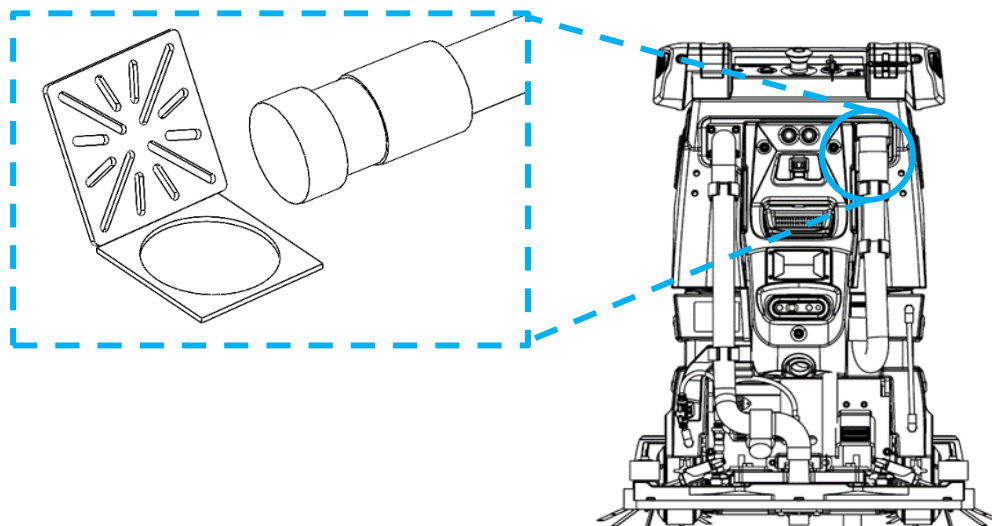

FIGURE 10-1
1. Si le réservoir d'eaux usées contient du liquide, utilisez le tuyau de vidange manuel pour évacuer le liquide (Fig 10-1).
2. Orientez le tuyau vers un égout ou un lieu de disposition désigné, débouchez le tuyau (Fig. 10-1).